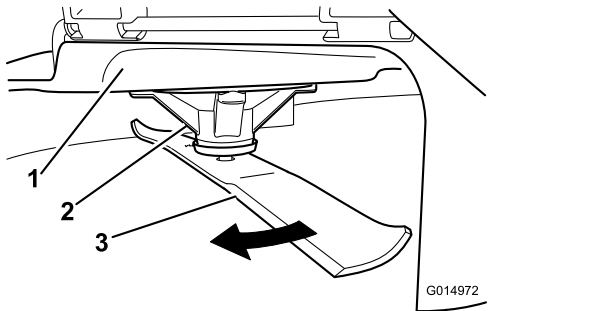

Figura 46
2. Llevando guantes fuertemente acolchados u otro tipo de protección apropiada para las manos, gire la cuchilla a medir lentamente hasta una posición que permita medir eficazmente la distancia entre el filo de corte y la superficie nivelada en la que descansa la máquina (Figura 46).